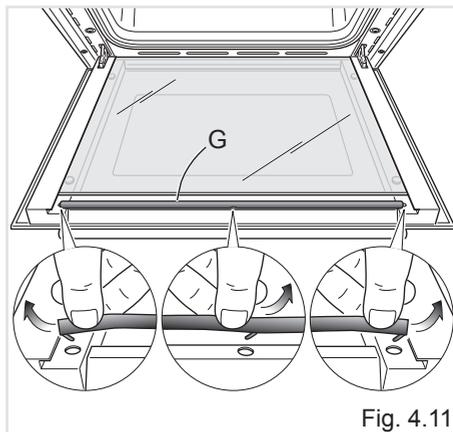

Fig. 4.11
- Togliere la guarnizione "G" sganciando i 3 uncini (fig. 4.11).